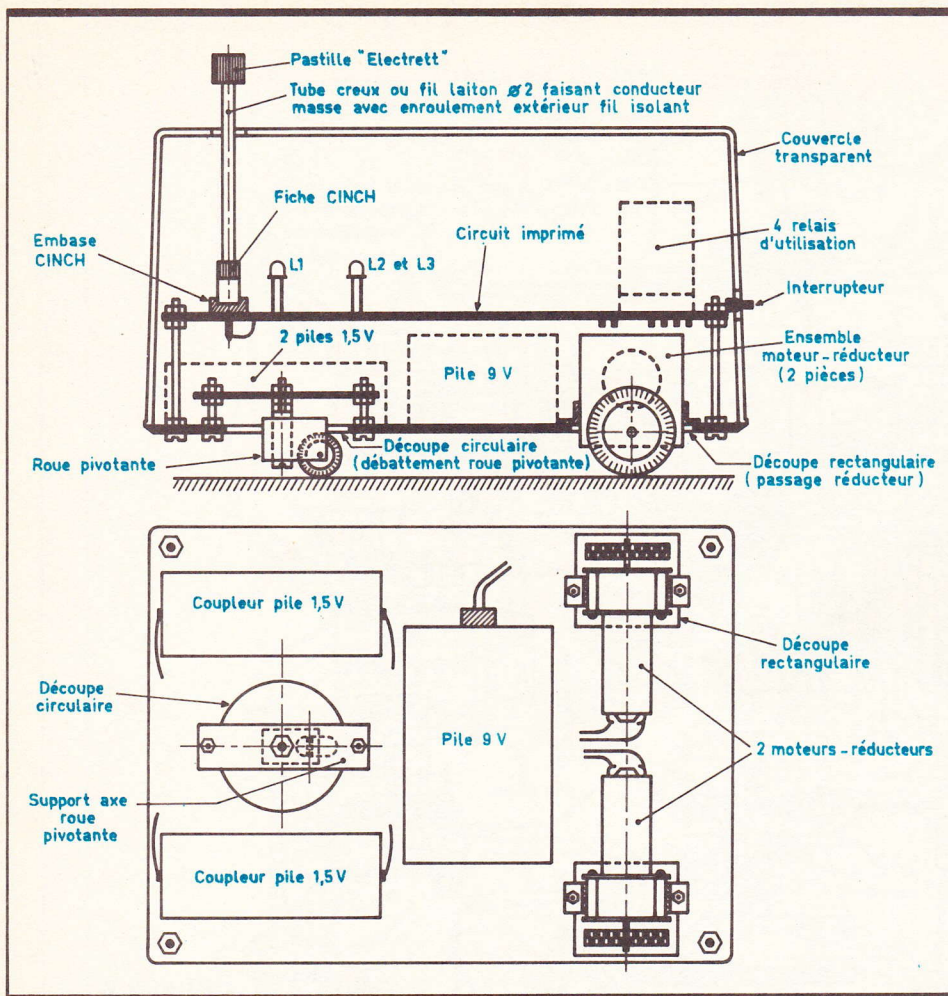

Fig. 10 Aspect possible du mobile. Emplacement des piles d'alimentation.
c) Montage de l'ensemble (fig. 10)
La figure 10 indique un exemple de réalisation possible. Les piles ont pu être montées sous le circuit imprimé, si bien que les diverses liaisons électriques sont entièrement cachées. Si un problème d'encombrement se produisait, songez qu'il est toujours possible de remplacer la pile de 9 V de 67 x 56 x 36 soit par deux piles plates de 4,5 V montées en série, ou encore par une pile de 9 V plus faible en dimensions (50 x 25 x 15) mais malheureusement également plus faible en capacité. Le fait de faire nettement émerger la pastille Electrett de la surface du capot a deux avantages : le premier réside dans une meilleure réception du son émis par les claquements de main ; le second avantage est de l'éloigner des bruits parasites et indésirables émis par les moteurs. A ce sujet, il est bon de lubrifier les diverses roues dentées que comporte le réducteur à l'aide de graisse ou de vaseline ; il en résulte une diminution importante du volume du bruit généré.